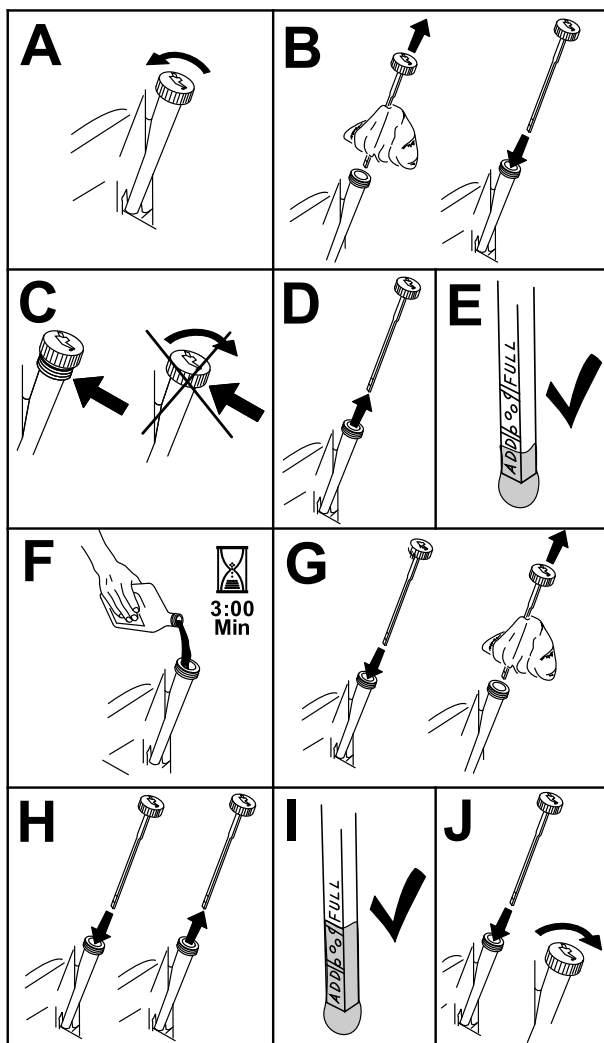

Figura 31
3. Para que no entre suciedad, recortes de hierba, etc., en el motor, limpie la zona alrededor del tapón de llenado/varilla de aceite antes de retirarlo (Figura 31).